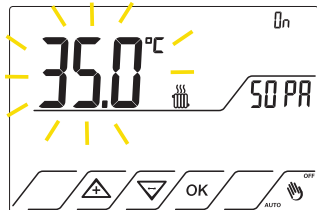

Fig.46
11.4.4 Premere i tasti $\triangle$ o ∇ per impostare il valore prescelto nel range da 2 a 60°C. (Di default 35°C). Fig.46